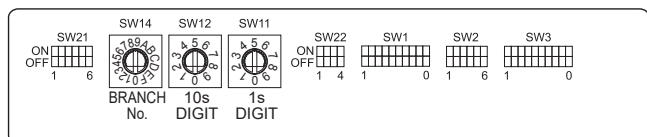

Fig. 4-9
4.6. Définition des adresses (Fig. 4-9)
4.7. Détection de la température ambiante via le capteur intégré d'une télécommande (Fig. 4-9)
4.8. Paramétrage des commutateurs en cas de plafond haut (Fig. 4-9)
4.9. Paramétrage des commutateurs pour le Capteur i-see (Fig. 4-9)
4.10. Réglage des commutateurs pour la direction du flux d'air horizontal (Fig. 4-9)